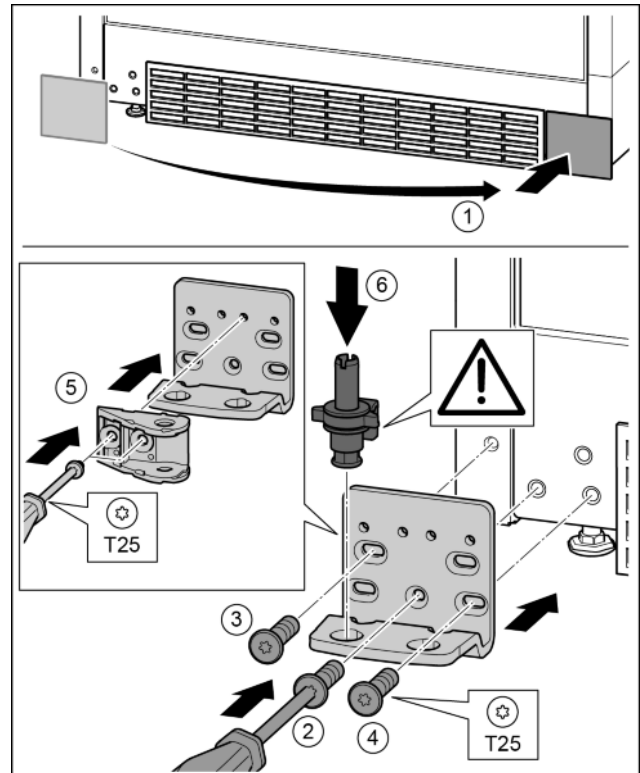

Fig. 30
- ▶ Afdekking eraf halen en op de andere kant aanbrengen. Fig. 30 (1)
- ▶ Lagerbus op de andere kant aanbrengen en met behulp van een schroevendraaier T25 vastschroeven. Met schroef 2 onder in het midden beginnen. Fig. 30 (2)
- ▶ Schroef 3 en 4 vastschroeven. Fig. 30 (3, 4)
- ▶ Sluitdemperverbinding 180° draaien. Aan de andere kant van de lagerbus met schroevendraaier T25 vastschroeven. Fig. 30 (5)
- ▶ Lagerbout volledig aanbrengen. Let op dat de vergrendelknok naar achter wijst. Fig. 30 (6)